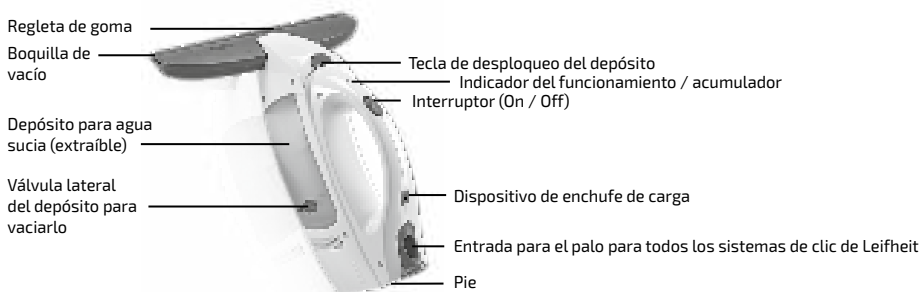

Imagen 2: elementos de control del aspirador de ventanas
- Coloque el aparato en su pata de apoyo (véase imagen 2) y desconéctelo hasta nuevo uso.